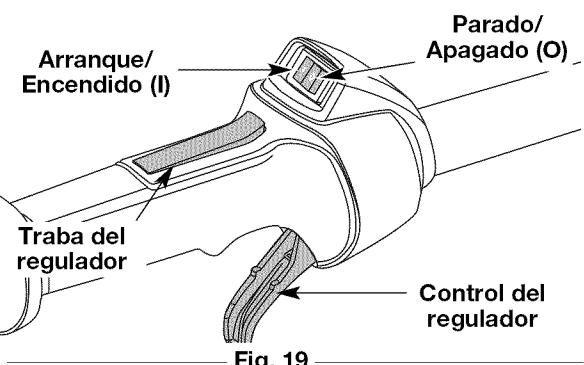

Fig. 19
- NOTA:** No hay necesidad de encender la unidad. El Control de Parada Encendido/Apagado (On/Off) está en la posición Encendido (ON) (I), en todo momento (Fig. 19).
2. Oprima y mantenga oprimido el control de encendido y apagado en la posición de **APAGADO (O)** hasta que el motor se detenga por completo) (Fig. 19).